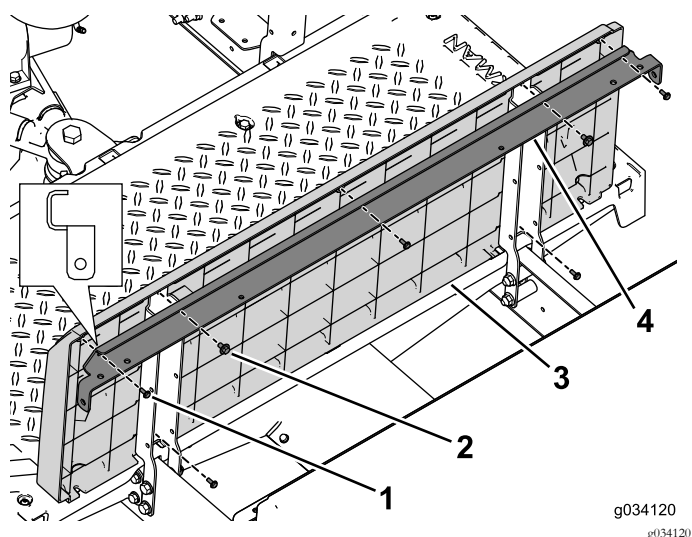

Figure 40
4. Fixez le support en équerre et le panneau de base du siège sur les supports de siège gauche et droit à l'aide des 2 ensembles boulon et rondelle (1/4" x 1/2") (Figure 40).
5. Avec les 5 vis (n° 10 x 1/2"), fixez le panneau arrière au renfort de siège et aux supports de siège (Figure 40).